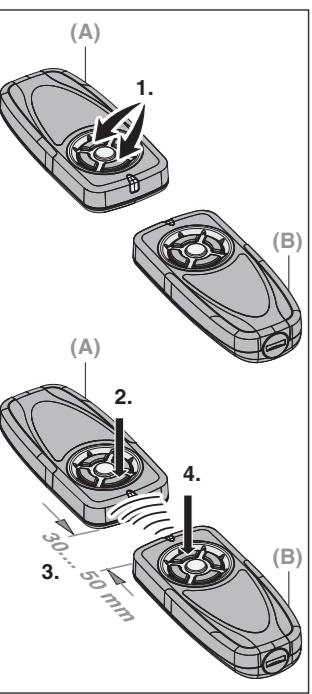

Fig. 3
- Tryck på knappen (2) på fjärrkontrollen. Funktionen som är kopplad till knappen utförs (t.ex. öppna / stänga porten).
4.3 Kopiera en knappfunktion (fig. 3)
- Tryk på knappen (2) på håndsenderen. Funktionen, der er forbundet med knappen (fx OP / NED), udføres.
4.3 Kopiering af en knapfunktion (fig. 3)